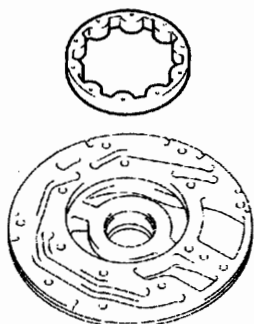
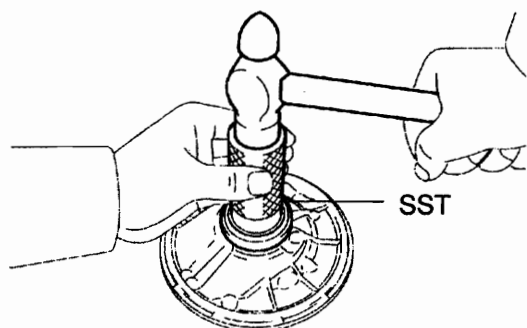

图 12-1-109
图 12-1-111
(10) 如图 12-1-109 所示, 拆下前机油泵从动齿轮。
(1) 如图 12-1-111 所示, 用 SST 和锤子安装新前机油泵油封, 在油封唇口上涂 MP 润滑脂。注意: 油封端部应该和泵体外缘平齐。
(2) 将机油泵体放置在变矩器离合器上。
(3) 安装前机油泵从动齿轮。如图 12-1-109 所示, 将 ATF 涂到从动齿轮上, 将从动齿轮安装到机油泵体上。